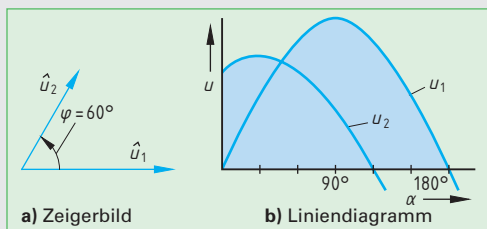

Bild 2: Zeigerbild und Liniendiagramm phasenverschobener Spannungen (unvollständig)
5. Zwei Sinusspannungen mit den Scheitelwerten $\hat{u}_1 = 20 \text{ V}$ und $\hat{u}_2 = 15 \text{ V}$ sind um den Phasenverschiebungswinkel $\varphi = 60^\circ$ verschoben (**Bild 2**). Erklären Sie die Begriffe **a**) Phasenverschiebung und **b**) Voreilung bzw. Nacheilung einer Spannung. **c**) Übertragen und vervollständigen Sie auf einem Zeichenpapier das Zeigerbild und das Liniendiagramm bis 360° mit den Maßstäben: $5 \text{ V} \cong 10 \text{ mm}$, $30^\circ \cong 10 \text{ mm}$. Ermitteln Sie zeichnerisch **d**) die Gesamtspannung u im Liniendiagramm durch Addition von u_1 und u_2 in Abständen von 30° und **e**) im Zeigerbild durch geometrische Addition die Spannung \hat{u} . **f**) Berechnen Sie den Effektivwert der Gesamtspannung.